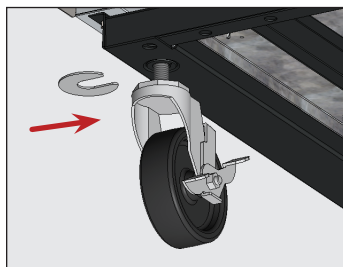

Abb. 9. Setzen Sie die Laufrollen unterlegscheibe(n) ein. Achten Sie darauf, den Lenkrollenschaft festzuziehen.
5. Lösen Sie am unteren Ende des Geräts die Rollenschraube weit genug, um die mitgelieferten Rollenscheiben zwischen das Rollenlager und die untere Schiene des Geräts zu schieben. Siehe Abb. 9.
6. Installieren Sie die gewünschte Anzahl von Unterlegscheiben. Siehe Abb. 9.